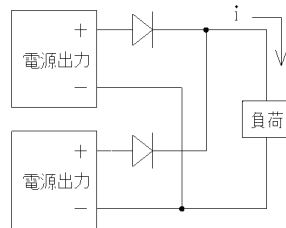

図3 冗長運転例
ただし、下記の図3のような配線をすることによって、冗長運転は可能です。
- * 冗長運転の場合、図3の電流 i は、各電源の定格電流以下でご使用下さい。
- * 冗長運転の際は、各電源出力に図3の様に必ずダイオードを挿入して下さい
- ① 順方向電圧 V_F の低いタイプをご使用下さい。
- ② 順方向出力電流定格は、電源出力電流の2倍以上のものをご使用下さい。
- ③ 逆方向電圧定格は、使用している電源出力電圧の2倍以上のものをご使用下さい。